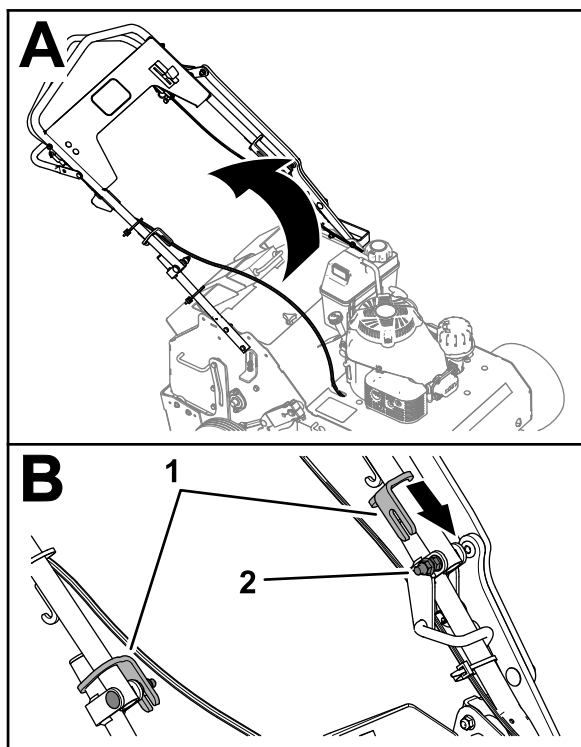

Figure 22
1. Dépliez le guidon (Figure 22).